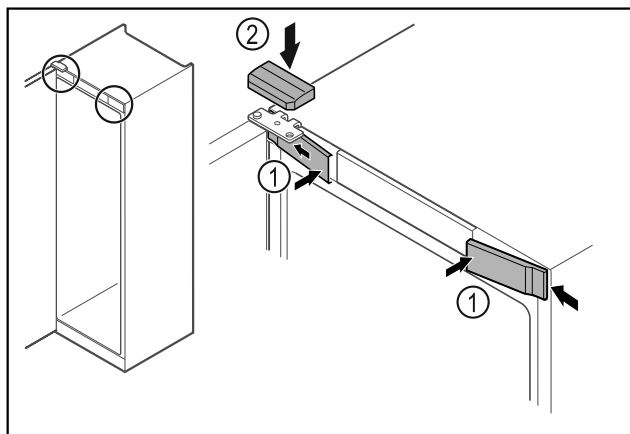

Fig. 68
- Haka fast skydden fram Fig. 68 (1) på sidan och sätt på dem.
- Sätt på det övre skyddet Fig. 68 (2) uppifrån.